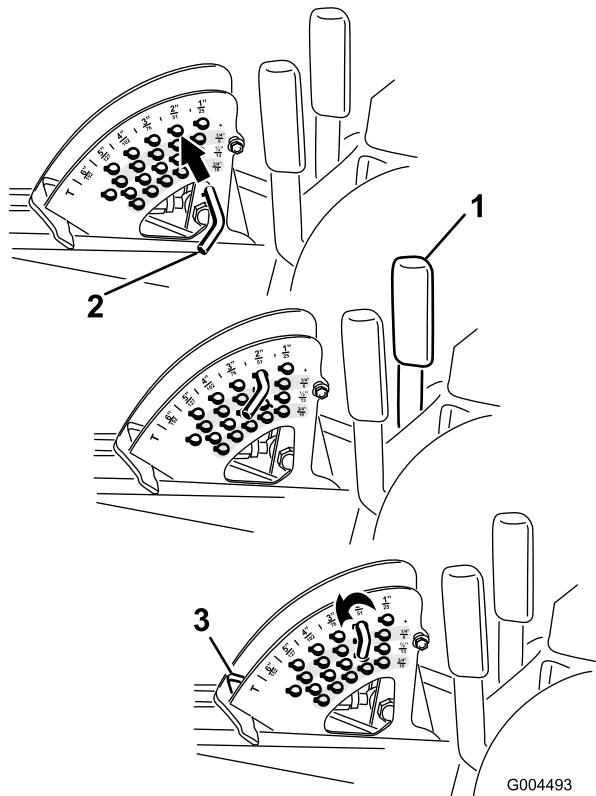

Figura 24
Nota: Para bloquear la plataforma del cortacésped en posición elevada, eleve la plataforma más allá de la posición de 15 cm, retire el pasador de tope de altura de corte (consulte Ajuste de la altura de corte), y ponga el pasador en la posición de altura de corte de 15 cm (Figura 24).
- Con el motor en marcha, tire hacia atrás de la palanca de elevación de la plataforma hasta que la plataforma del cortacésped esté elevada del todo y **suelte la palanca inmediatamente** (Figura 24).
- Para ajustar, gire el pasador de tope hasta que el pasador cilíndrico que contiene se alinee con las ranuras de los taladros del soporte de altura de corte, y retire el pasador (Figura 24).
- Seleccione un taladro del soporte de altura de corte que corresponda a la altura de corte deseada, inserte el pasador y gírelo para bloquearlo en esa posición (Figura 24).
Nota: Hay cuatro filas de taladros (Figura 24). La fila superior corresponde a la altura de corte impresa encima del pasador. La segunda fila corresponde a la altura impresa más 6 mm. La tercera fila corresponde a la altura impresa más 12 mm. La fila inferior corresponde a la altura impresa más 18 mm. Para la posición de 15,8 cm hay un solo taladro, situado en la segunda fila. Esta posición no añade 6 mm a la altura de 15,8 cm.